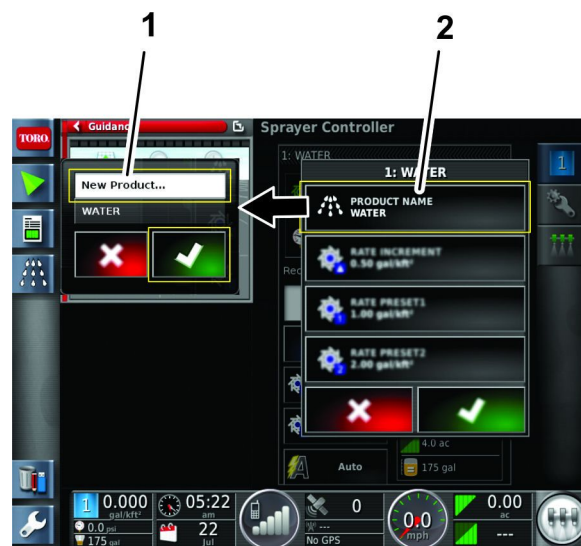

Рисунок 27
6. Нажмите на значок NEW PRODUCT... (НОВЫЙ МАТЕРИАЛ) и затем нажмите на значок подтверждения (Рисунок 27).
5. В окне параметров материала нажмите на значок СПИСОК ДЛЯ ВЫБОРА МАТЕРИАЛА (Рисунок 27).